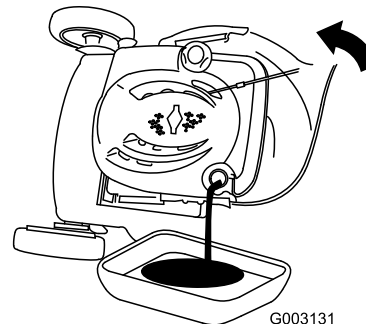

Figura 47
3. Ponga el cortacésped de lado (con el filtro de aire hacia arriba) para drenar el aceite usado a través del tubo de llenado de aceite (Figura 47).